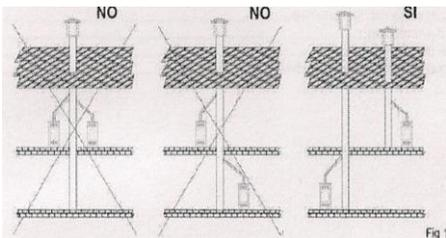

Fig 1
-Il ne doit pas être connectée toute autre cheminée, poêle, chaudière, ou une cagoule de tout type (fig. 1).